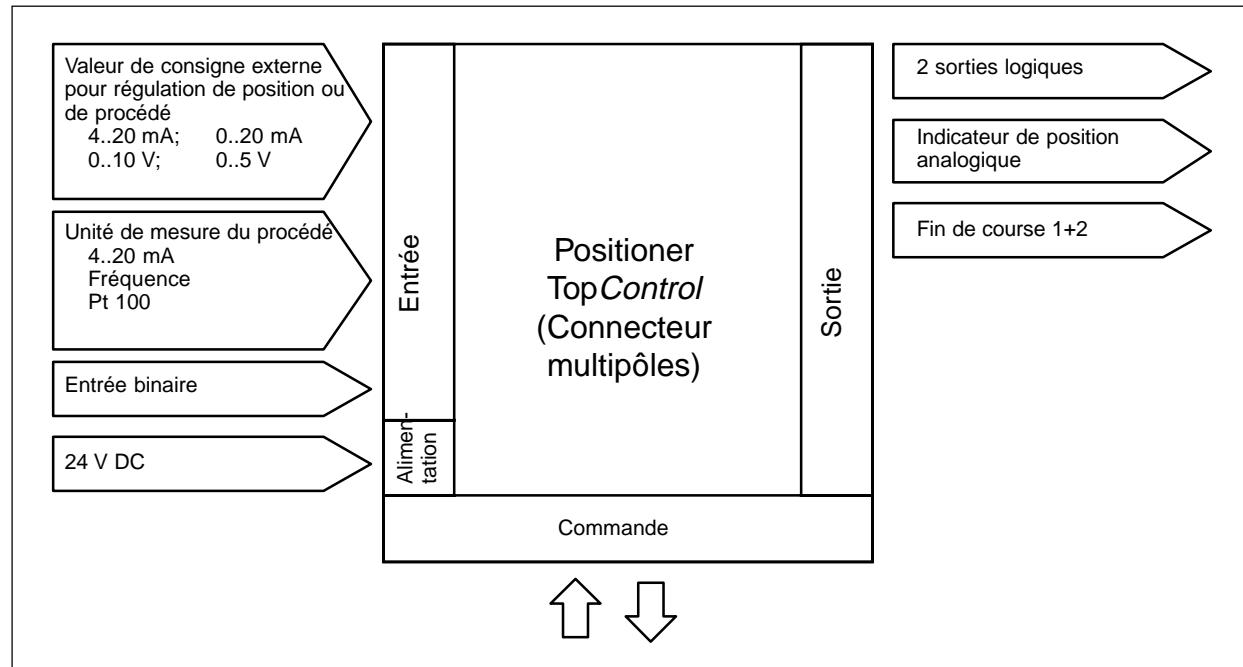

Fig. 3.8: Connexion TopControl Continuous avec connecteur multipôles
- **Connecteur multipôles** avec fonctions complètes (Fig. 3.8)